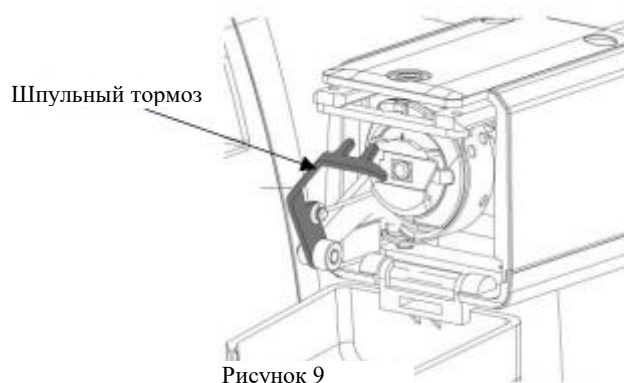

Рисунок 9
2. Найдите крючок шпульного тормоза (рисунок 9). Если шпульный тормоз утоплен в шпульке, аккуратно оттяните его на себя.